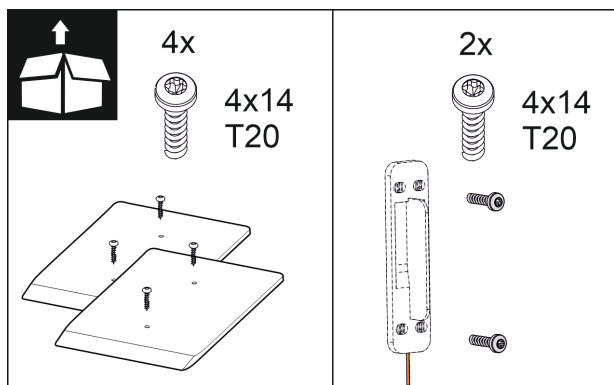

Fig. 16
2. Kontrollér monteringsdelene i den medfølgende tilbehørspakke. Fig. 10 () til Fig. 16 ()